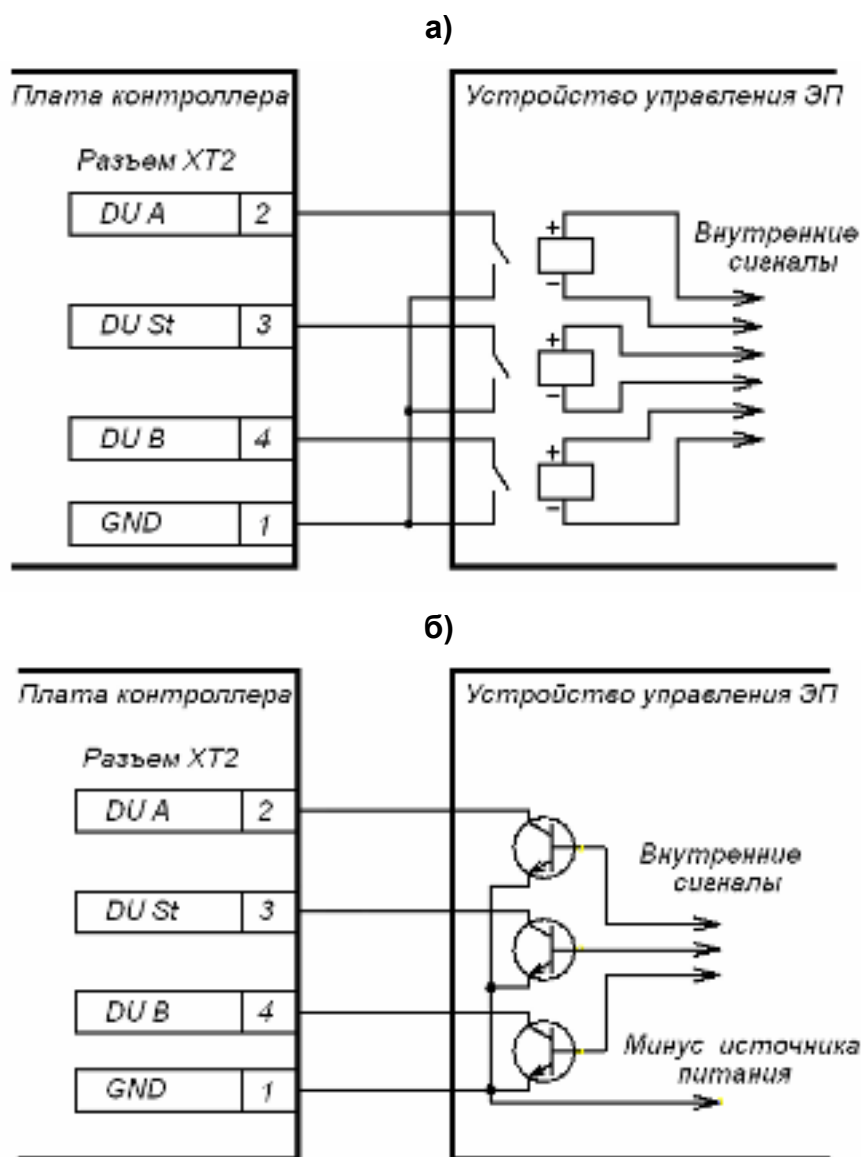

Рисунок 4 Управляющие элементы устройства радиопередачи (РУ):
5.4.2 Управление ЭП осуществляется подачей на контакты клеммной колодки “ХТ2” DUA, DUS_t и DUB сигнала низкого уровня относительно контакта GND, при этом управляющим элементом могут быть нормально разомкнутый контакт реле или схема с открытым коллекторным выходом (см. рисунок 4).